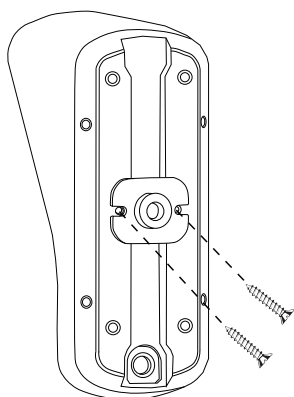

Figura 1
- » Fixe o conector na base do sensor utilizando os dois parafusos conforme a figura 1, observe a furação existente na base, em seguida insira o eixo pelo furo, realizando o movimento giratório no sentido horário conforme figura 2.